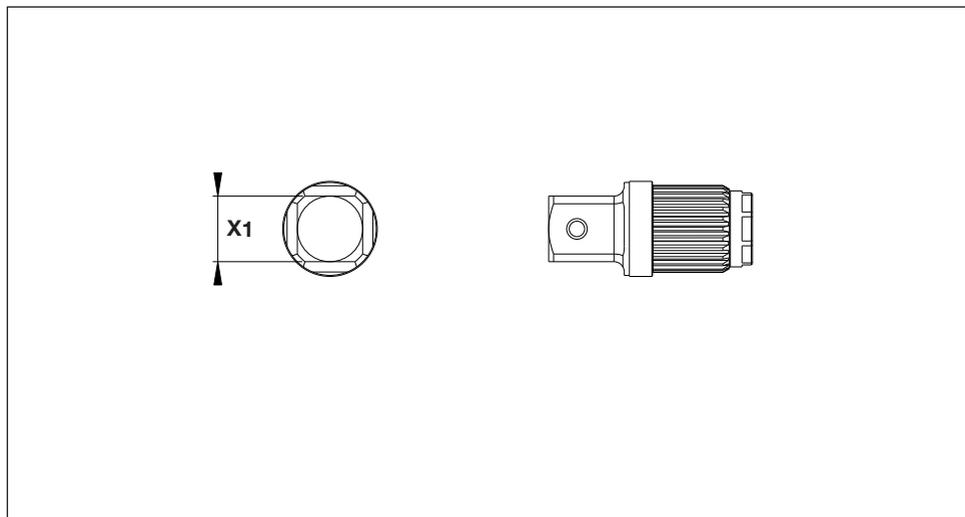

Abb. 32
6.6 Abmessungen, Vierkantantriebe (imperiales System) der SD-Serie (Abb. 32)